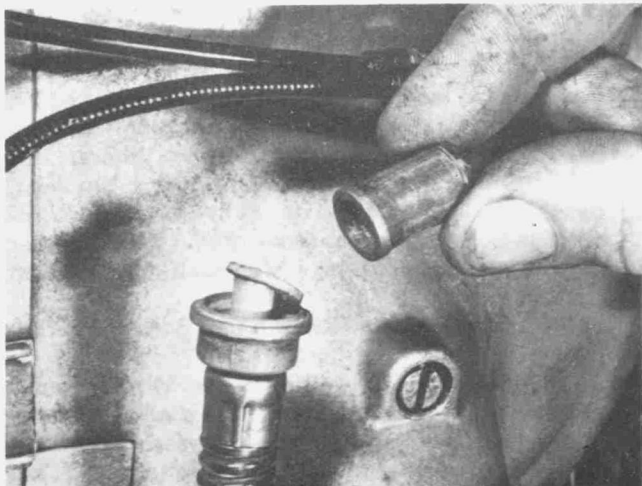

Bild 187
- Den Filter herausnehmen, in Kraftstoff waschen und mit Pressluft trocknen. Die Korkdichtung unter dem Filter kontrollieren und, falls sie beschädigt ist, erneuern (Bild 187).